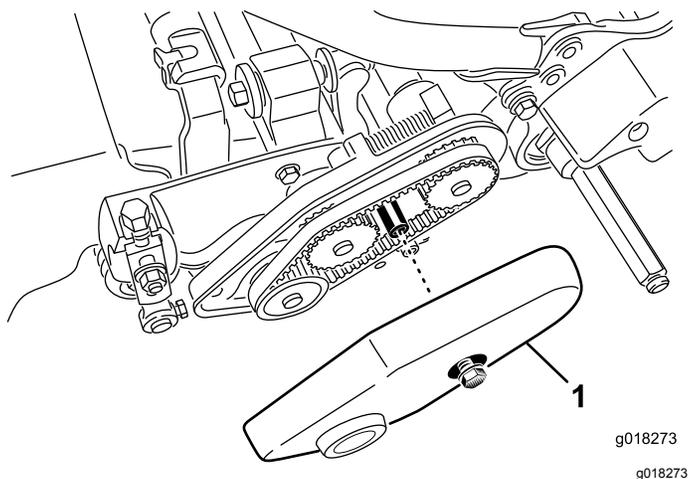

Рисунок 44
2. Ослабьте затяжку фланцевого болта, который крепит крышку ремня, и снимите крышку ремня, чтобы открыть ремень (Рисунок 44).